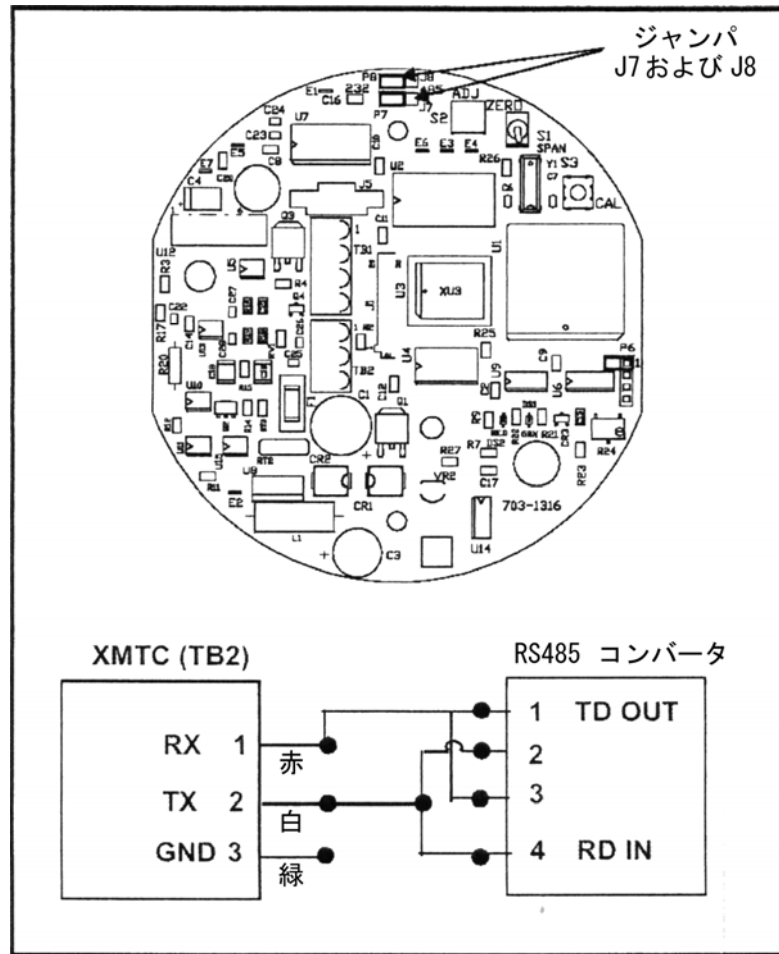

図 2-5 ジャンパの位置と RS485 の接続
- a. 図 2-5 をガイドとして使って、メイン PCB 上のジャンパ J7 と J8 を確認します。これらのジャンパを左（RS232）から右（RS485）へ動かします。
b. 図 2-5 に示すように、ケーブルのもう一方の端を RS485 コンバータへ